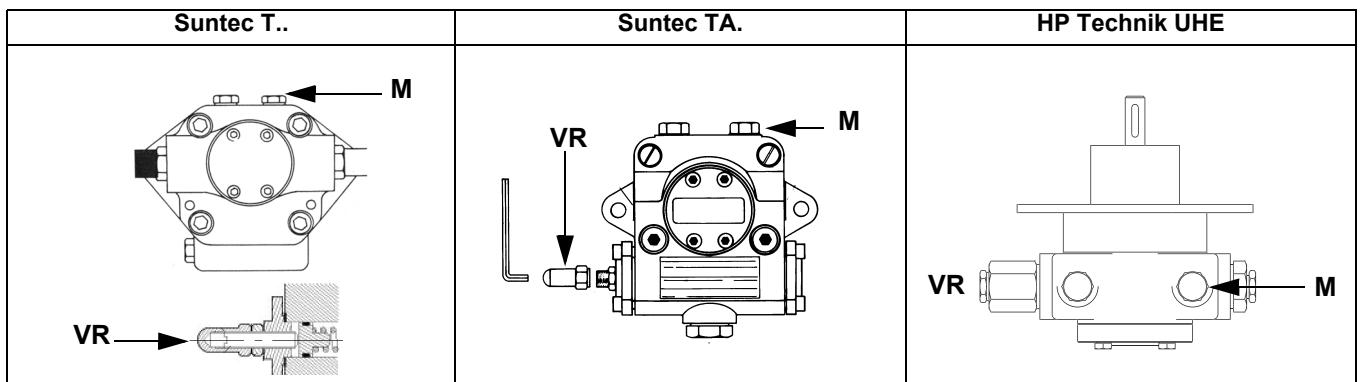

Fig. 10
- 3 sfiatare l'aria dall'attacco (**M**) manometro della pompa (Fig. 10), allentando leggermente il tappo, senza toglierlo; quindi rilasciare il contattore.
- 5 Solo se necessario, regolare la pressione di alimentazione (vedi relativo paragrafo) nel modo seguente: inserire un manometro nella posizione indicata in Fig. 11 agire sulla vite di regolazione **VR** della pompa (vedi Fig. 10) fino ad ottenere una pressione all'ugello pari a 20 bar (ugelli Monarch o ugelli Bergonzo - vedere grafici a pag. 49);